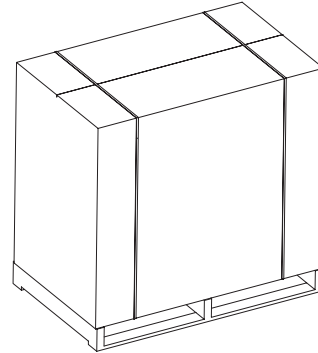
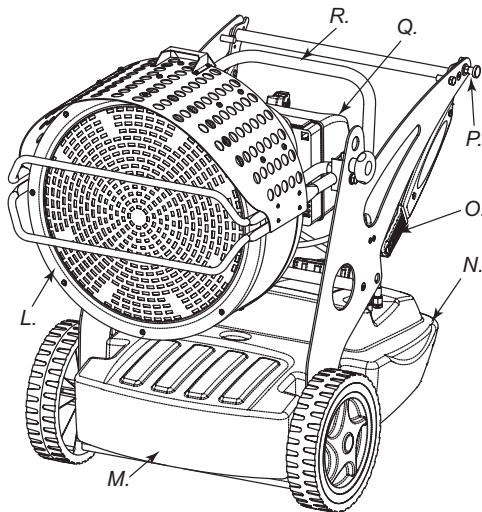
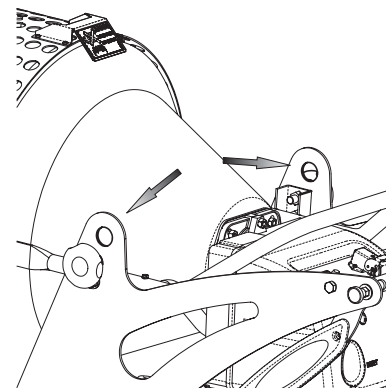

Figura 1 – XL9 Impachetat
Figura 2 - Model XL9, vederea din față.
Figura 7 – Mânerele încălzitorului XL9 în poziția de așteptare.
1. Asigurați-vă că în rezervor (N din figura 2) este îndeajuns combustibil.
Înainte de ridicarea sau mutarea încălzitorului trebuie să verificați dacă capacele rezervorului de combustibil (F și H din figura 1) sunt bine închise. Încălzitorul trebuie să fie dotat cu o roată în spate (G din figura 1). Într-o astfel de situație, dacă materialul din care este realizată podeaua permite, încălzitorul poate fi mutat prin împingere, asemenea unui cărucior. Dacă încălzitorul nu este dotat cu o roată în spate, trebuie deblocat elementul de fixare (P din figura 2) amplasat pe unul dintre suporturile laterale ale încălzitorului. Mânerele care se află în poziția de așteptare (figura 7) trebuie mutate în poziția de transportare (Fig 8). Ridicați încălzitorul astfel încât acesta să stea doar pe cele două roți din față și mutați-l în locul stabilit.